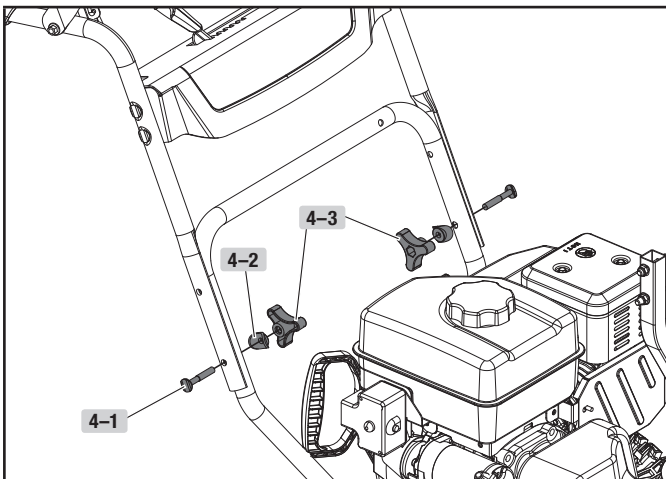

Figure 4
1. Reliez la poignée supérieure à la poignée inférieure au moyen de 2 boulons (4-1), 2 rondelles (4-2) et des molettes de verrouillage (4-3) uniquement sur la partie inférieure et maintenez-les lâches pour pouvoir rabattre la poignée à l'étape suivante. (figure 4)